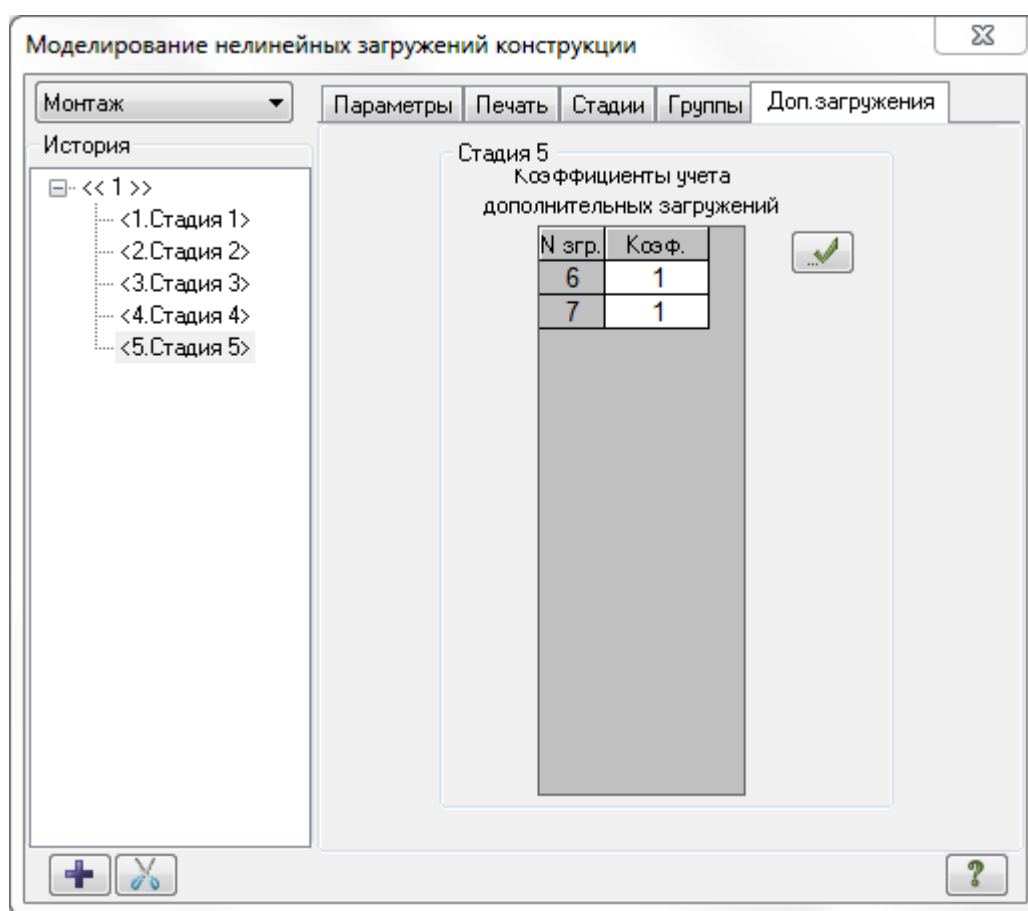

Рис.6.28. Диалоговое окно **Моделирование нелинейных нагружений конструкции**
- Щелчком по кнопке – **Стадии монтажа** (панель **Монтаж** на вкладке **Расчет**) вызовите диалоговое окно **Моделирование нелинейных нагружений конструкции** (рис.6.28).